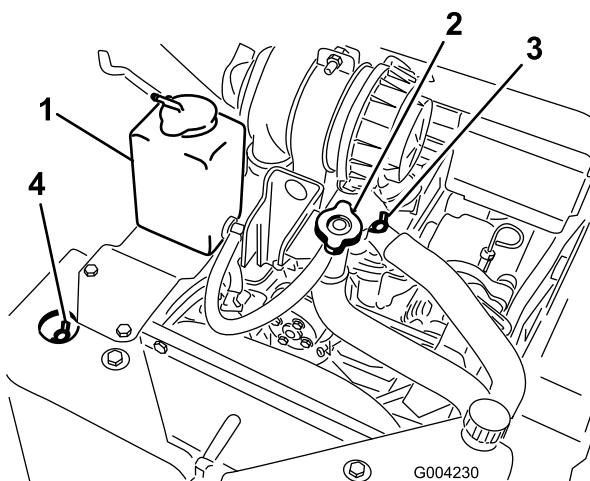

Figura 20
A. Rimuovere il tappo di riempimento del refrigerante (Figura 20).
- B. Aprire le valvole di spurgo del refrigerante anteriore e superiore (Figura 20).
- C. Versare il refrigerante nel collo del bocchettone finché il refrigerante non inizia a fuoriuscire dalla valvola di spurgo anteriore (Figura 20).
- D. Chiudere la valvola di spurgo anteriore (Figura 20).
- E. Versare il refrigerante nel collo del bocchettone finché il refrigerante non inizia a fuoriuscire dalla valvola di spurgo superiore (Figura 20).
- F. Chiudere la valvola di spurgo superiore (Figura 20).
- G. Versare il refrigerante nel collo del bocchettone finché non si vede salire il livello del refrigerante nel collo del bocchettone (Figura 20).
- H. Montare il tappo di riempimento del refrigerante (Figura 20).
- I. Aggiungere il refrigerante nel serbatoio di espansione finché non raggiunge la linea di pieno sul lato del serbatoio (Figura 20).